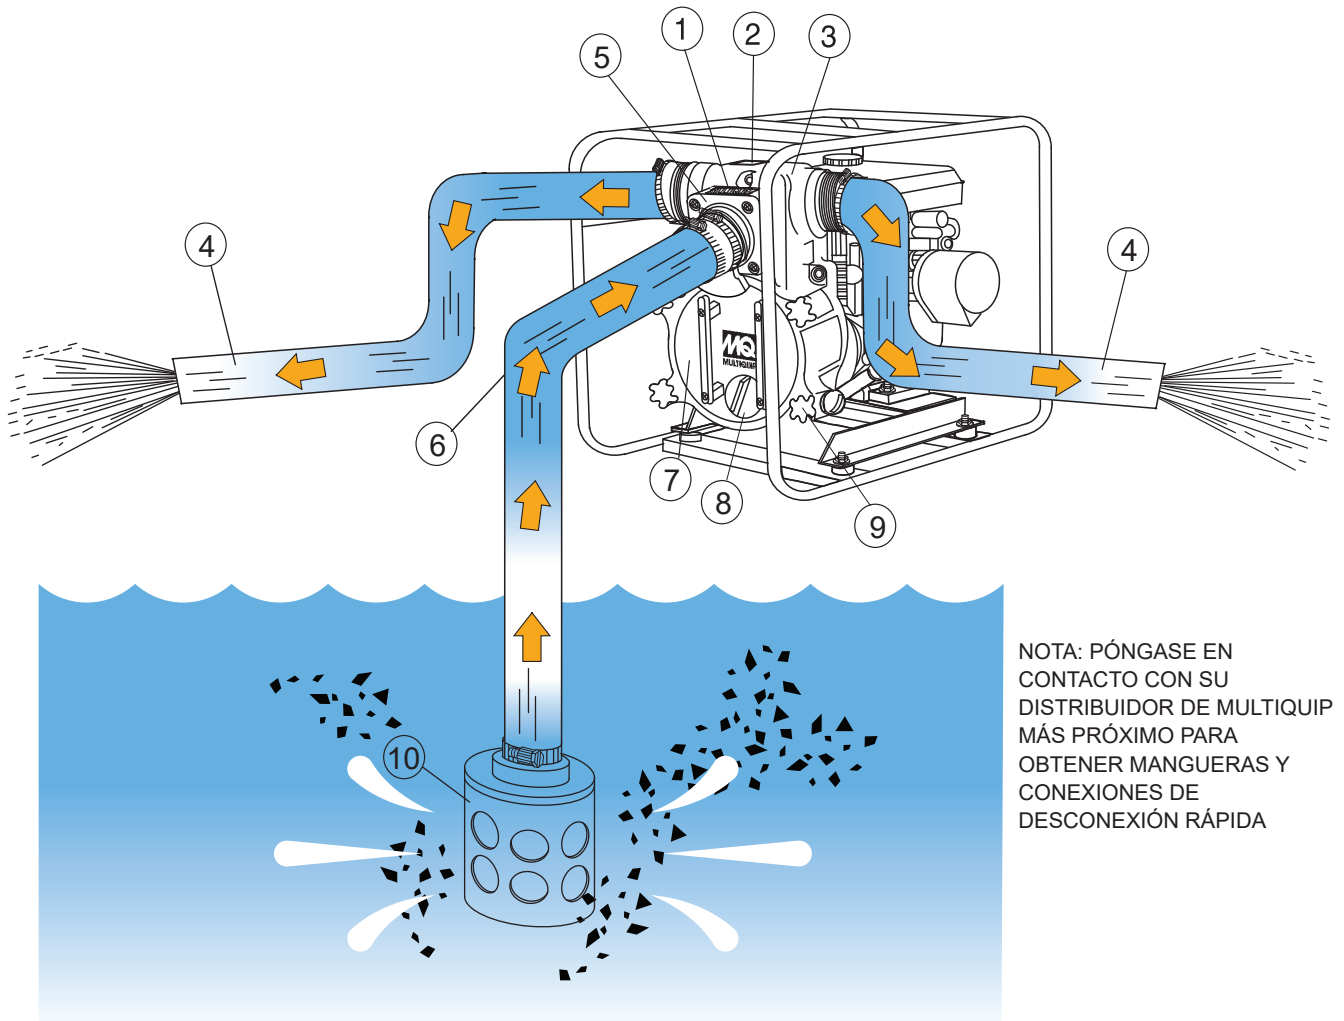

Figura 3. Aplicación de la bomba QP4TH
La Figura 3 muestra áreas componentes clave de la QP4TH.
3. Cebé inicialmente la bomba quitando la tapa de llenado (vea la Figura 3) y llene la carcasa de agua. Si la carcasa de la bomba no está llena de agua antes de las operaciones, no podrá iniciar el proceso de bombeo y su riesgo de recalentar el conjunto de sello mecánico.